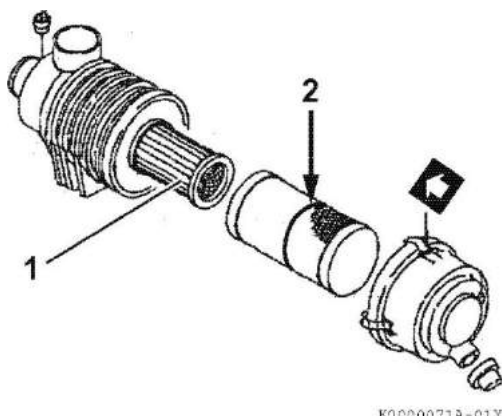

Рисунок 43
4. Если воздухоочиститель оснащен двойным фильтрующим элементом, тогда следует удалить и заменить только внутренний фильтрующий элемент (Рисунок 43 (1)), если двигатель потерял в мощности, или индикатор пыли подает предупреждающий сигнал (если имеется индикатор).
Примечание: Если на внешнем элементе есть красная линия (2, Рисунок 43), повторно вставьте элемент до положения, когда красная линия перекрывается торцевой гранью корпуса воздушного фильтра.
Если воздухоочиститель оснащен двойным фильтрующим элементом, тогда следует удалить и заменить только внутренний фильтрующий элемент (Рисунок 43(1)), если двигатель потерял в мощности, или индикатор пыли подает предупреждающий сигнал (если имеется индикатор). Это является дополнением к замене внешнего фильтрующего элемента.